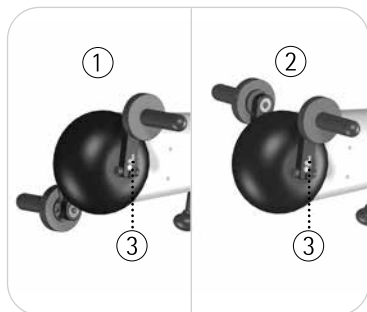

Fig. 6.6
Vide Fig. 6.6 No movimento paralelo ② para o treinador dos braços/da parte superior do corpo ②, os dois braços são flexionados ou esticados simultaneamente. É possível mudar rapidamente ③ para a posição normal da manivela ① sem a necessidade de usar ferramentas.